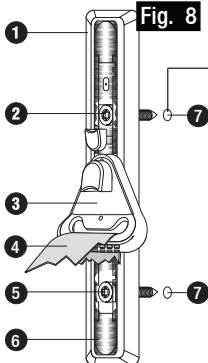

Fig. 8
2. Alinee los pernos del regulador de altura del asiento con los 2 orificios de montaje roscados en el pilar B del vehículo o superficie de montaje. **Ver Fig. 8.**